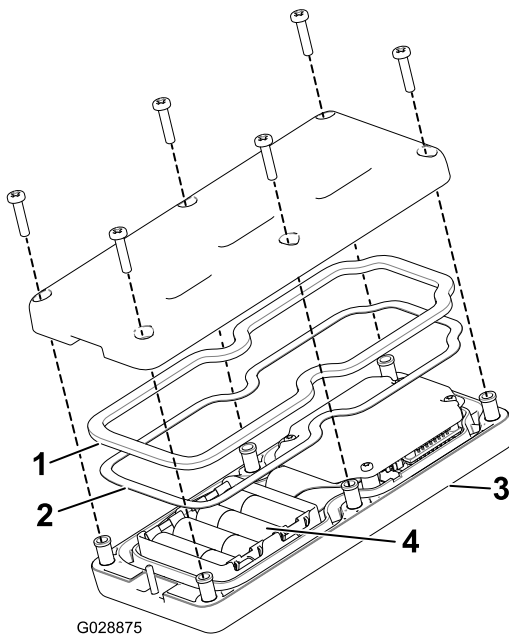

図 12
2. 新しい電池を入れる 向きに注意すること。電池を正しく入れないと、機械が損傷することはないが、操作ができない。電池を入れる箇所にはプラス・マイナスの表示がある 図 12。
3. スチール製のガスケットとゴム製のシールをリモートの溝にきちんとはめ、バックカバーを取り付ける (図 12)。
4. ねじ6本を使ってカバーを固定し 図 12、各ねじを $1.5 - 1.7\text{N}\cdot\text{m}$ / $0.15 - 0.17\text{ kg}\cdot\text{m}$ = 13 - 15 in-lb にトルク締めする。